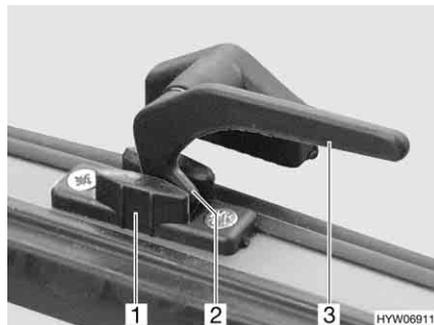

Bild 80 Verriegelungshebel in Stellung "Dauerbelüftung"
- in Stellung "Dauerbelüftung" (Bild 80)
- Alle Verriegelungshebel (Bild 80,3) eine viertel Umdrehung zur Haubenmitte hin drehen.
- Alle Verriegelungshebel wieder zurückdrehen. Die Verriegelungsnase (Bild 80,2) dabei in die Aussparung der Haubenverriegelung (Bild 80,1) einfahren.